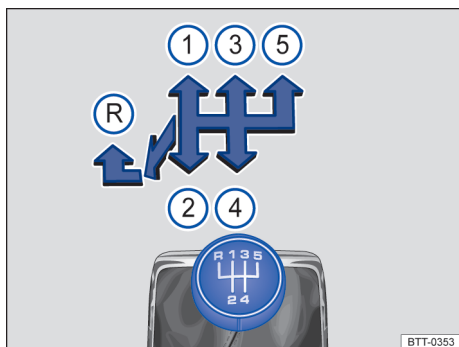
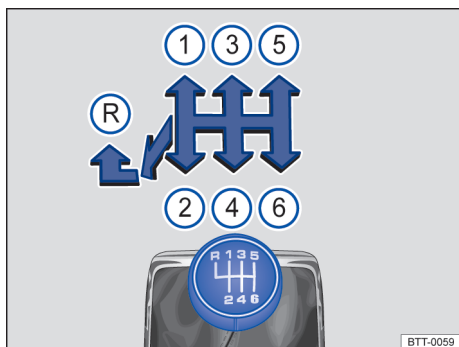

Fig. 112 Esquema das marchas de uma transmissão manual de 5 marchas.
Fig. 113 Esquema das marchas de uma transmissão manual de 6 marchas.
Na alavanca de troca de marcha estão representadas as posições de cada uma das marchas → Fig. 112 ou → Fig. 113.
- Mova a alavanca de troca de marcha totalmente para a esquerda e depois para frente até a posição da marcha a ré → Fig. 112 (R) ou → Fig. 113 (R).